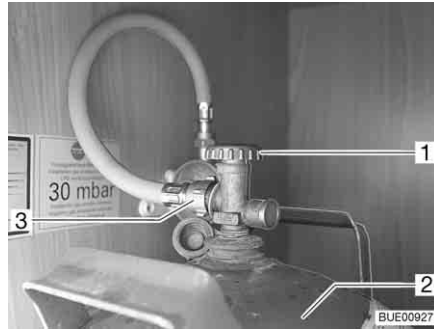

Fig. 100 Compartiment à gaz
- Fermer le robinet principal (Fig. 100,1) de la bouteille de gaz (Fig. 100,2). Observer le sens de la flèche.
- Dévisser à la main la lyre (Fig. 100,3) de la bouteille de gaz (filetage à gauche).